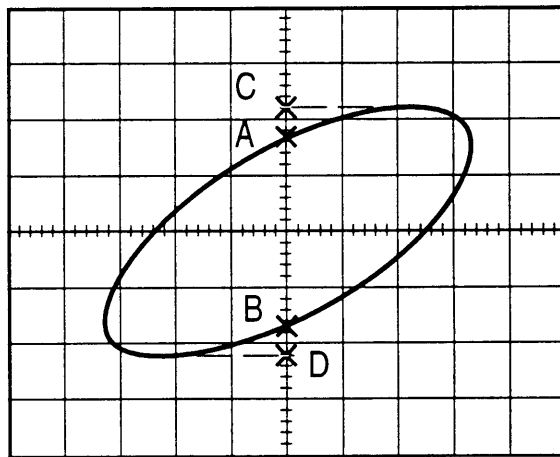

figure 13
- Agir sur les commandes de sensibilité verticale (29 et 34) pour obtenir l'image illustrée sur la figure 13 :